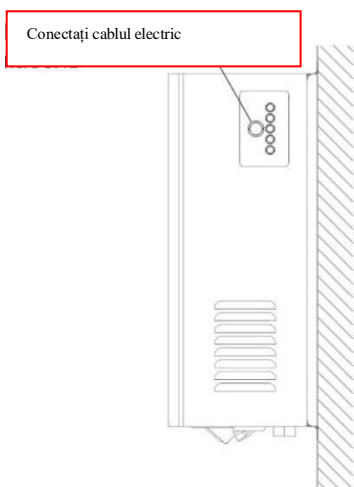

Figura 8. Amplasarea conexiunii cablului
B) Conectarea cablului de alimentare (figura 8)